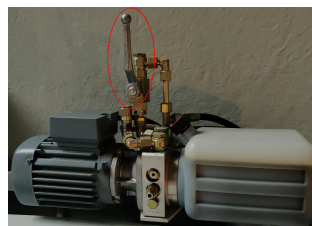

Abb. 2:
- **Hebel** (Abb. 2) auf der Oberseite der Klappenhydraulik rechts neben dem Kuppelspalt **nach links in die waagerechte bringen**